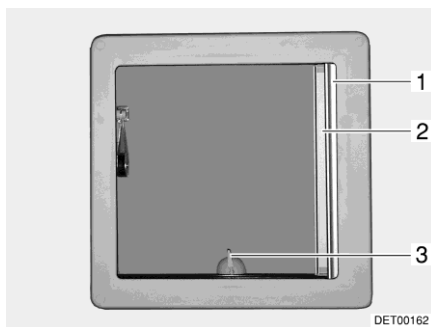
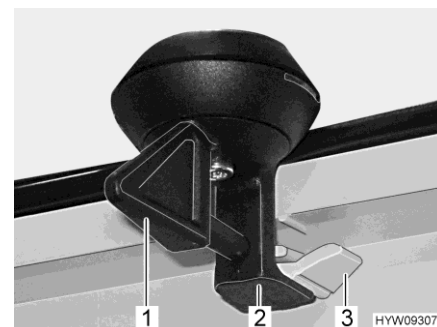

Bild 80 Kipp-Dachhaube
Bild 81 Verriegelung (Kipp-Dachhaube)
- Den Hebel (Bild 80,3 bzw. Bild 81,1) eine viertel Umdrehung drehen.
- Den Hebel eine viertel Umdrehung drehen. Die Verriegelung (Bild 81,2) muss in die untere Raste (Bild 81,3) gleiten.
- Faltverdunklung (Bild 80,1) ausziehen und an gewünschter Position loslassen. Die Faltverdunklung bleibt in dieser Position stehen.
- Insektenschutzrollo (Bild 80,2) ausziehen, bis es an der Verriegelung an der gegenüberliegenden Seite einrastet.